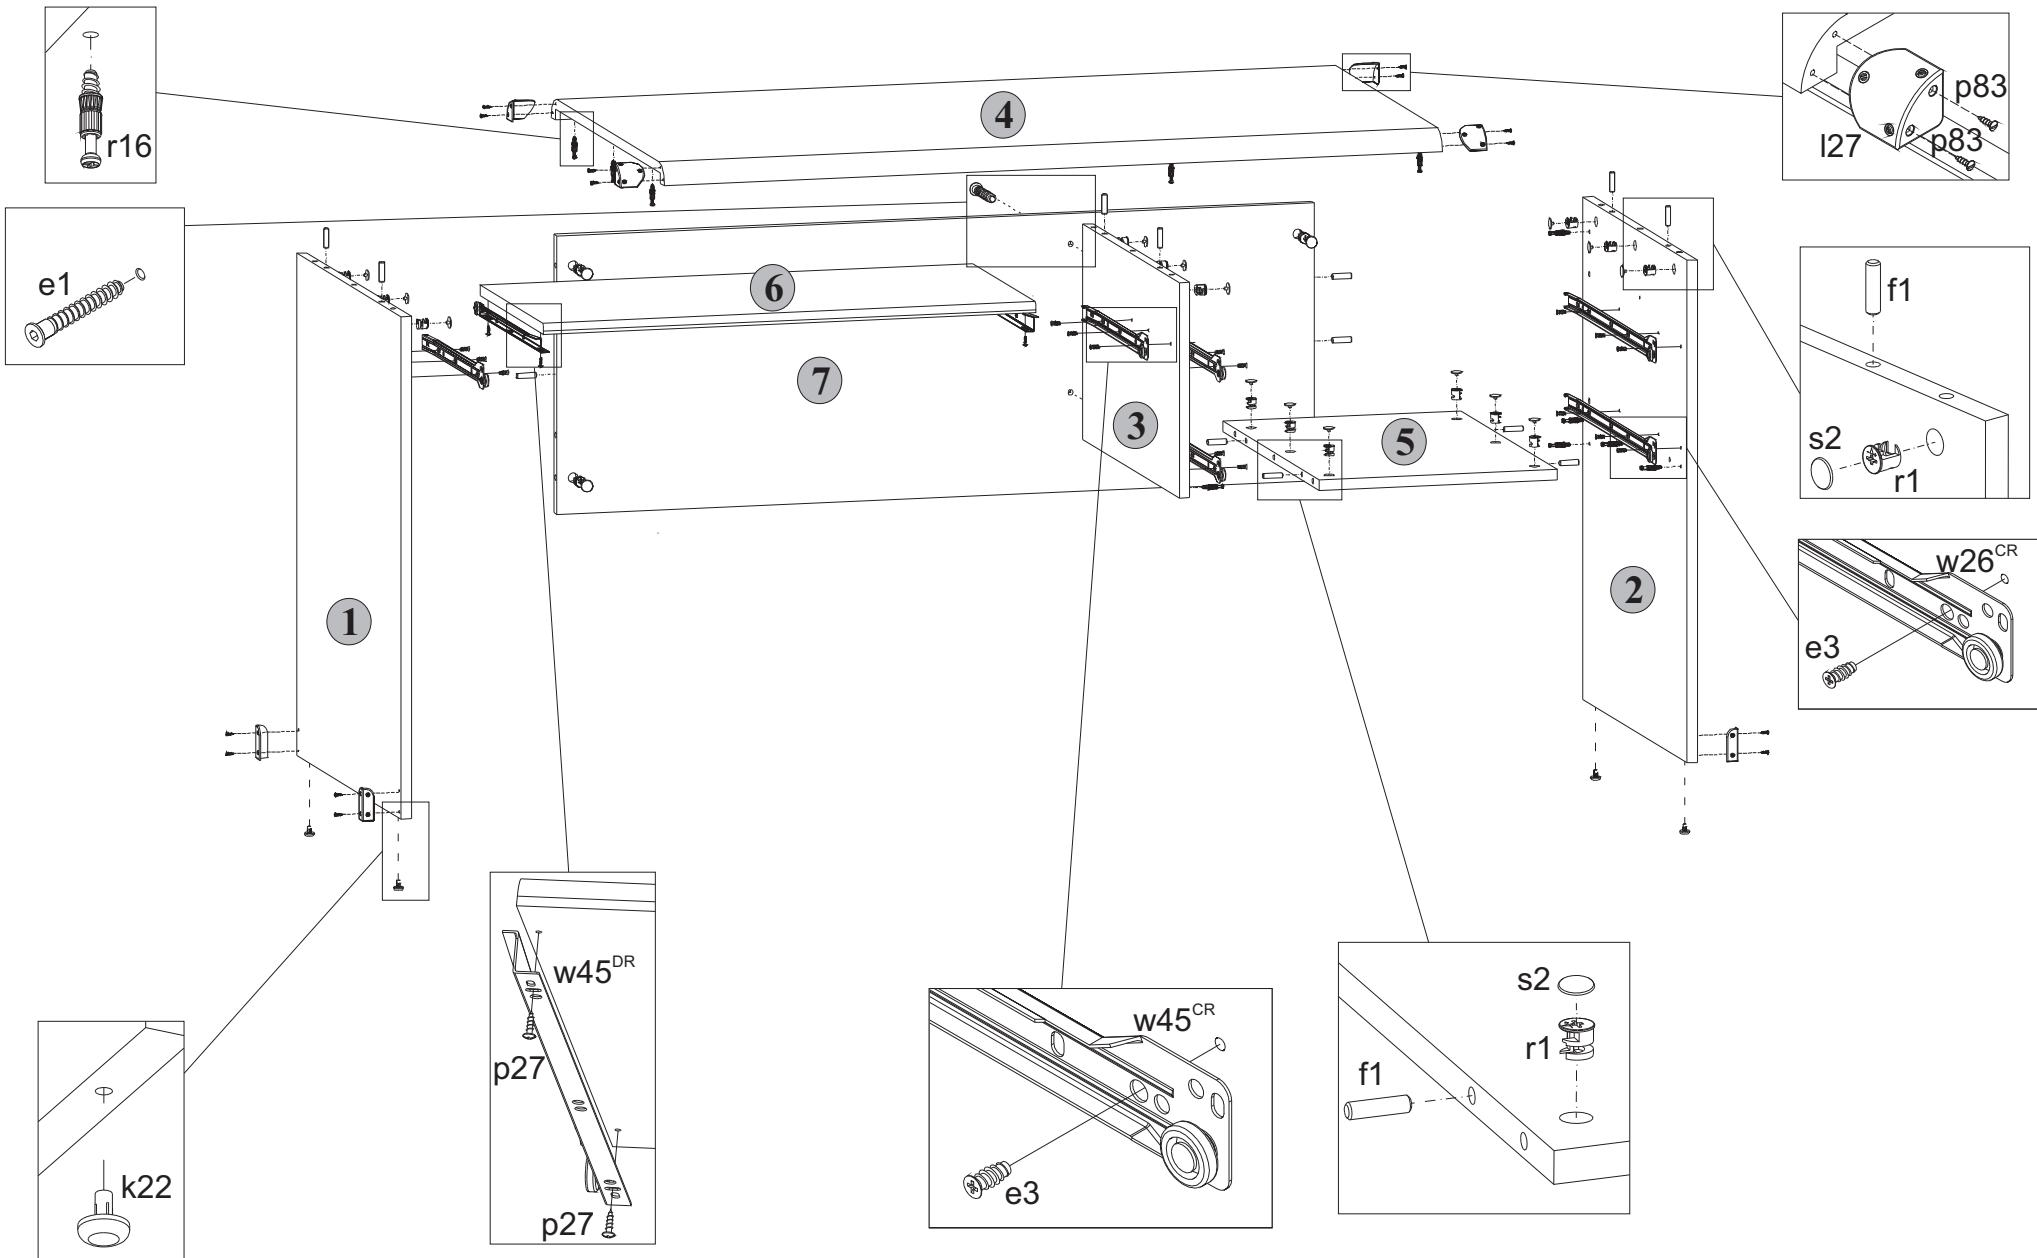

Рис. 2
полимерные **k22** (подпятники) (см.рис. 2).
5.10 К щиту **7** присоединить детали **2** и **3**. Стянуть детали **2** и **7** стяжками эксцентриковыми **r1**, пользуясь специальным ключом **z1** из комплекта фурнитуры. Стяжки эксцентриковые закрыть заглушками **s2**. Стянуть детали **3** и **7** еврошурупами **e1**, пользуясь специальным ключом **z1** из комплекта фурнитуры. Закрыть головки еврошурупов заглушками **s1** (см.рис. 2).
5.12 К стенкам боковым **1** и **2**, а также к стенке средней **3** присоединить щит верхний **4** и затянуть стяжки эксцентриковые **r1**, пользуясь специальным ключом **z1** из комплекта фурнитуры. Стяжки эксцентриковые закрыть заглушками **s2** (см.рис. 2).
5.23 К полке выкатной **6** шурупами **p27** закрепить направляющие **w45^{DL}** и **w45^{DR}**, как показано на **рис. 2**.
5.5 В отверстия диаметром **5 мм** на нижней поверхности щита верхнего **4**, на правой поверхности стенки средней **3** у нижней кромки и на левой поверхности стенки боковой **2** вкрутить винты стяжки **r16**, пользуясь крестообразной отверткой (**см.рис. 2**).
5.6 На правой поверхности стенки боковой **1**, на правой поверхности стенки средней **3**, на левой поверхности стенки боковой **2**, на верхней поверхности полки соединительной **5** и на передней поверхности щита **7** в отверстия диаметром **15 мм** вставить стяжки эксцентриковые **r1** (**см.рис. 2**).